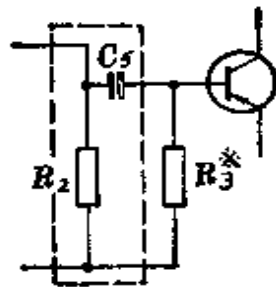

图 5-13
(1) 阻容耦合。如图 5-1,本机第一级和第二级之间的耦合是由  $R_2$  和  $C_5$  共同完成的。 $R_2$  是前一级的负载电阻,阻值一般为 1.2~3 千欧。前一级放大输出的信号就从  $R_2$  上取出,再通过电容  $C_5$  耦合到后一级的基极上(如图 5-13)。这一种耦合方式就叫做阻容耦合。耦合电容  $C_5$  的作用除了耦合之外,还起着隔直流作用。就是不让前一级集电极上的直流电压加到后一级的基极上。我们知道,前一级集电极负电压有几伏以上,而后一级基极负电压只有零点几伏。如果让前级集电极电压加到后级基极上,会严重地破坏后级的工作点,甚至烧坏三极管。耦合电容的容量一般在  $5\sim 20\mu\text{F}$  之间。